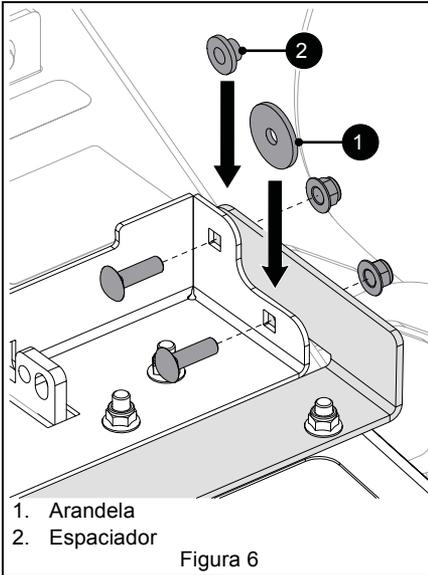

Figura 6
9. Instale la tornillería original de cada lado de la tolva de descarga. Instale un espaciador en el orificio superior y una arandela en el inferior entre los soportes de montaje. Consulte Figura 6.